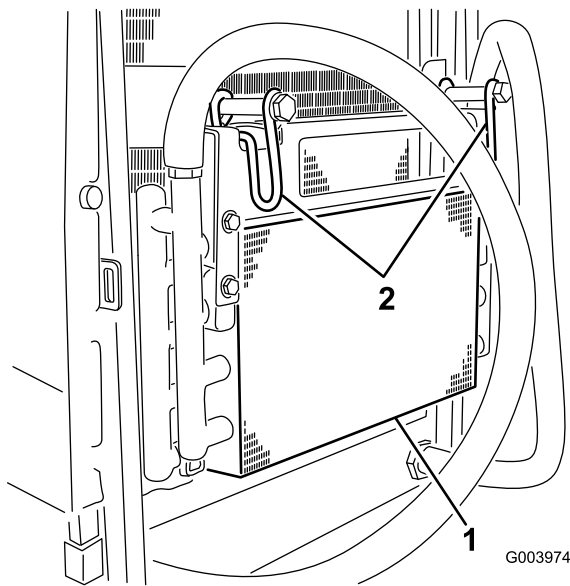

Bild 64
5. Drehen Sie die Riegel nach innen, um den Ölkühler zu lösen (Bild 64).